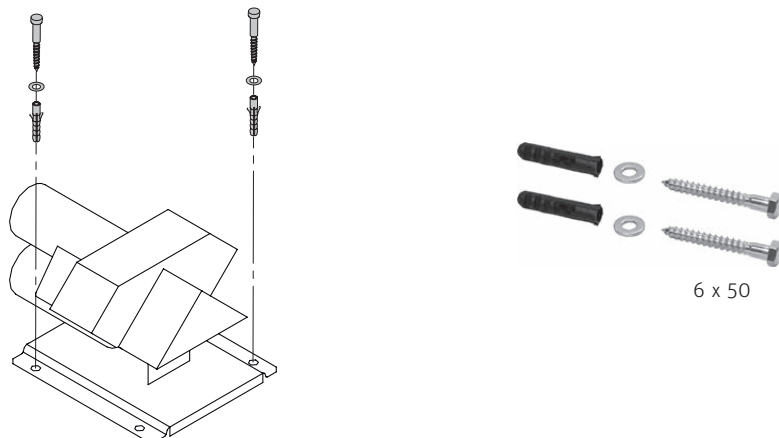

Fig. 16 Fissaggio della sonda
- ▶ Fissare le sonde a pavimento con due viti 6x50 a testa esagonale da legno e rondelle a U – Fig. 16.